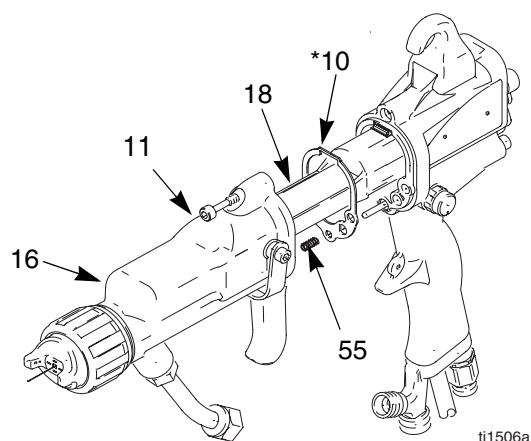

Fig. 16. Remontage du canon
1. S'assurer que le joint (10*) et le ressort de mise à la terre (55) sont en place. Veiller à ce que les trous d'air soient bien alignés. À remplacer si endommagé. Voir la Fig. 16.
2. Mettre le canon (16) au-dessus du bloc d'alimentation électrique (18) et l'emboîter sur la poignée du pistolet (17).
3. Serrer les trois vis (11) alternativement et uniformément (environ un demi-tour après serrage jointif).